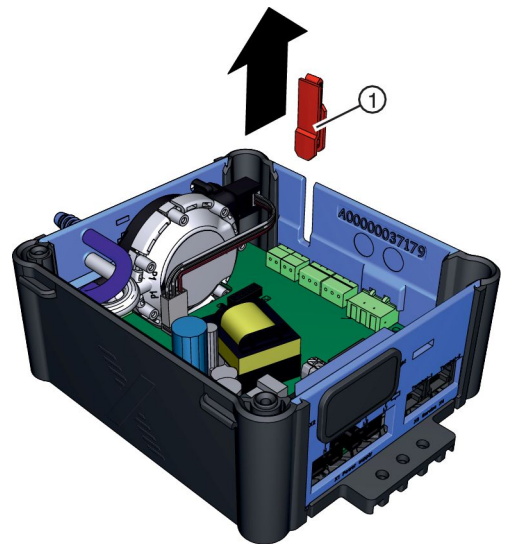

Abb. 16: Blende entfernen
2. ▶ Blende (Abb. 16/1) entfernen.